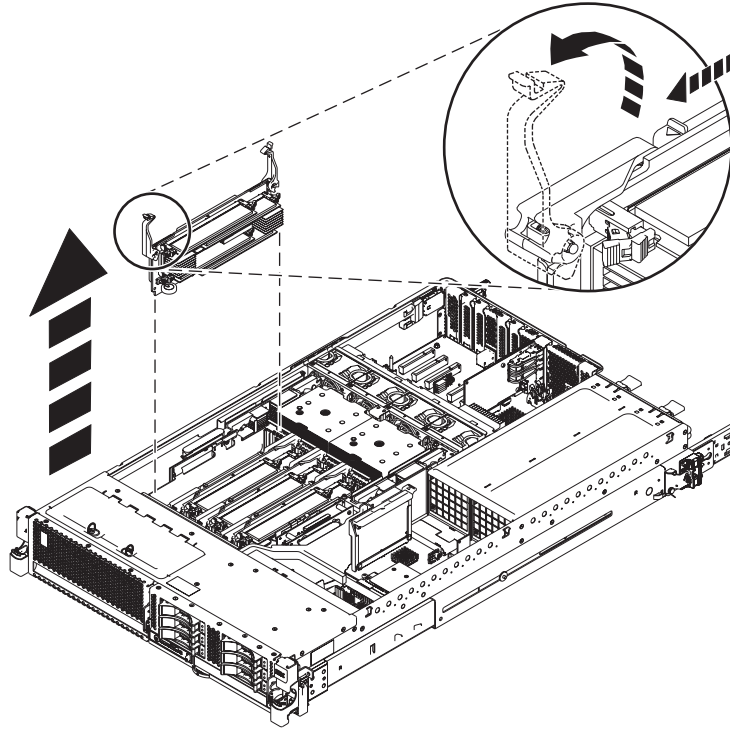

Figure 4. Retrait d'une carte d'extension de module de mémoire
8. Si vous ajoutez de la mémoire à une carte d'extension de mémoire existante, retirez cette dernière du système en tirant sur les taquets de verrouillage afin de les mettre en position ouverte, puis en soulevant la carte pour la retirer du système. Voir la figure 4, à la page 12.